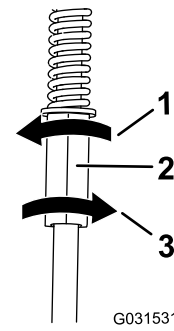

Figura 58
4. Gire la varilla de control izquierda en incrementos de un cuarto de vuelta hasta que la máquina avance en línea recta (Figura 58).